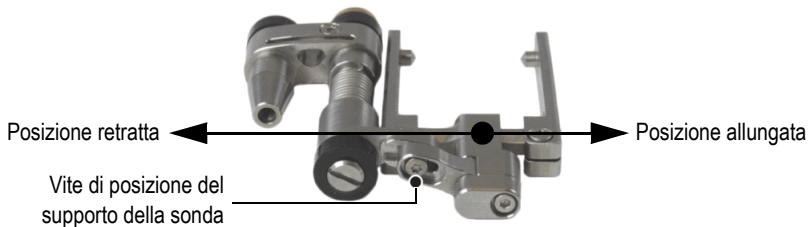

Figura 2-23 Il supporto della sonda nella posizione allungata
- 9. Configurare il supporto della sonda come segue (vedere Figura 2-23 a pagina 52):